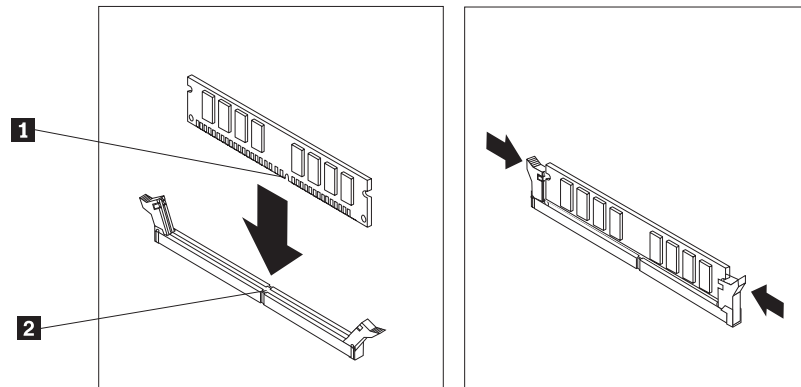

図 31. メモリー・モジュールの取り付け
5. 新しいメモリー・モジュールをメモリー・コネクターの上に置きます。このメモリー・モジュールの切り欠き **1** とシステム・ボード上のコネクター・キー **2** の位置を正確に合わせます。メモリー・モジュールをコネクターにまっすぐに挿し込んで、固定クリップが閉じるまでそのまま押し下げます。図 31を参照してください。